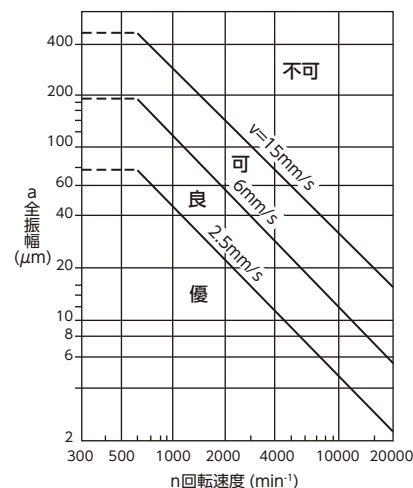

図 9-1 振動の許容値
- ・モータ本体の振動値を測定してください。（図9-1 参照）JIS B 8330「送風機の試験及び試験方法」に規定する軸受箱上の振動許容値の「可」の範囲内であれば継続運転が可能です。但し、定期的に測定を行い、増加傾向に有る場合や異常音がある場合はメーカーへ連絡願います。